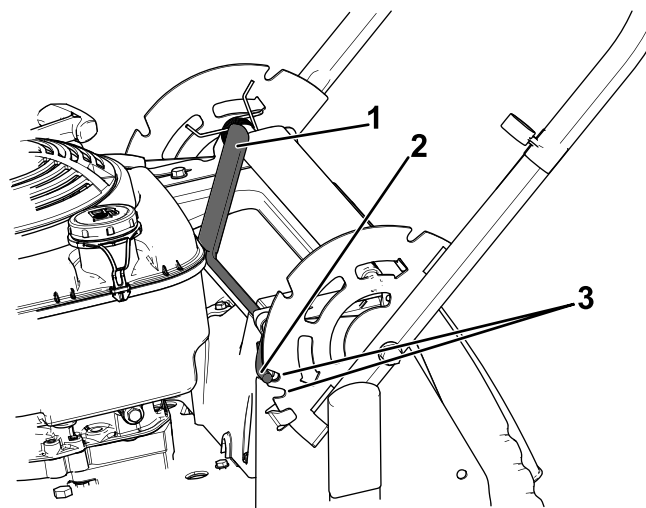

Figura 15
1. Tirate indietro la leva del blocco della maniglia per disinserire i relativi perni (**Figura 15**).
2. Fate ruotare la maniglia e allineate la tacca desiderata nella staffa della maniglia ai perni del blocco della maniglia; fate riferimento a **Figura 15**.